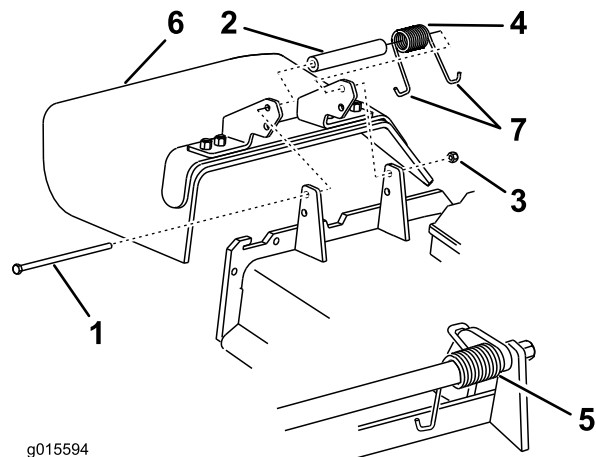

Figura 104
1. Retire la contratuerca, el perno, el muelle y el espaciador que sujetan el deflector a los soportes de pivote (Figura 104).
Nota: Asegúrese de colocar un extremo en J del muelle detrás del reborde de la carcasa antes de instalar el perno, según se muestra en Figura 104.
5. Coloque un extremo con gancho en J del muelle alrededor del deflector de hierba (Figura 104).